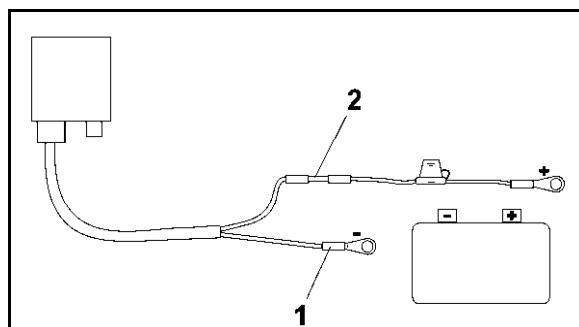

Fig. 4
4. Sett inn den blå kabellederen (jord) i den løse ringtungen (Fig. 4/1).
6. Sett inn den brune kabellederen (+ 12 volt) i en ledig ende av buttskjøten (Fig. 4/2)
8. Krymp buttskjøten (Fig. 4/2) med en varmekilde (sigarettenner eller hårføner) inntil limet kommer ut